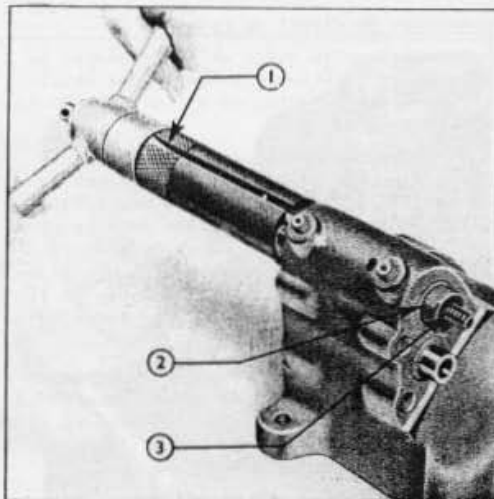

Fig. 22
10. Fixer l'extrémité fileté courte de l'extension T-8510-1/b à l'outil principal T-8510; introduire l'extension à travers le coussinet du clapet de commande, de telle manière que l'outil principal demeure à l'extrémité avant du cylindre. Visser l'écrou spécial T-8150-1/h sur l'extrémité fileté arrière de l'extension jusqu'à ce qu'il prenne appui normalement sur la face arrière du coussinet du clapet de commande, la petite partie conique à la face antérieure de l'écrou pénétrant dans le coussinet pour centrer l'outil. Actionner l'écrou à ailettes de l'outil et extraire le coussinet (fig. 22). Dévisser l'écrou spécial et extraire le coussinet de l'extension.